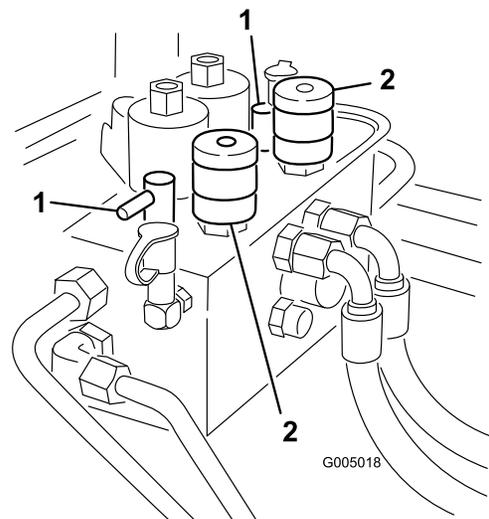

Figura 81
3. Localize os manípulos selectores de velocidade dos cilindros e os manípulos de rectificação (Figura 81). Rode os manípulos (ou manípulo) de rectificação desejados para a posição de rectificação e os manípulos (ou manípulo) selectores de velocidade dos cilindros que pretende para a posição 1.